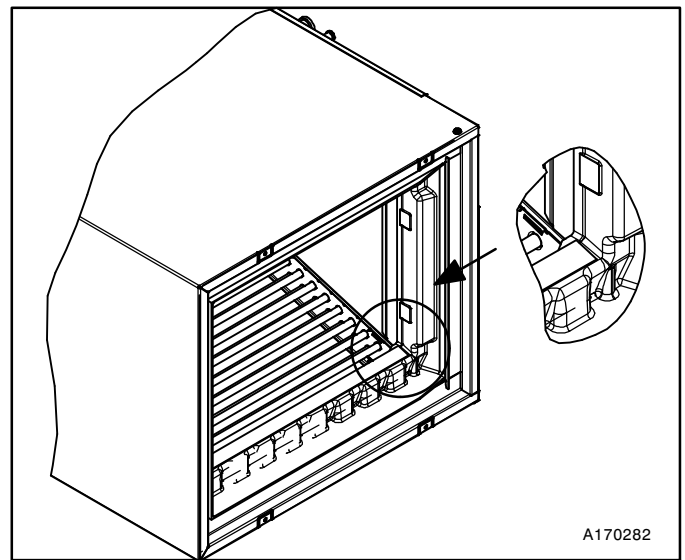

Figure 6 – Emplacement du ruban isolant en liège pour l'extension du bac d'évacuation des condensats
6. Utilisez du ruban isolant en liège pour assurer l'étanchéité entre les faces intérieures de l'extension du bac et l'avant du bac de récupération vertical, conformément à la **Figure 6**.